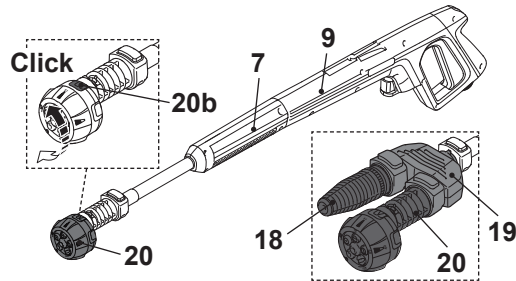

Fig. 9
1. Atașați lancea de extindere (7) în pistolul de pulverizare (9) (Fig.9).
2. Atașați duza 5 în 1 (20) în lancea de extindere.